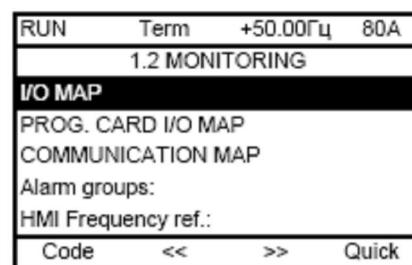

Рис. 2.1
На графическом терминале в процессе работы ПЧ с помощью меню мониторинга [1.2 MONITORING], [1.2 МОНИТОРИНГ] можно отобразить (рис. 2.1):
- текущие значения переменных отображаются в окне меню [1.2 MONITORING], начиная со строки «*HMI Frequency ref.:*» (рис. 2.1);
После выбора в окне меню мониторинга ГТ (рис. 2.1) строки *I/O MAP* появляется список входов и выходов (рис. 2.5).